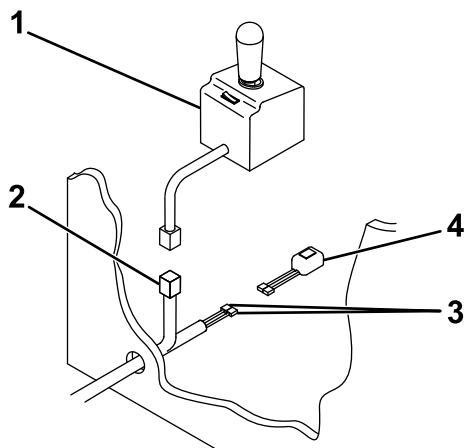

Figura 1
4. Introduzca el conector del controlador del quitanieves, el cable negro y el cable negro/rojo en la cabina del vehículo a través del orificio existente (con pasacables) de la mampara (Figura 1).
- Conecte los cables negro y negro/rojo al interruptor basculante de los faros (Figura 1).